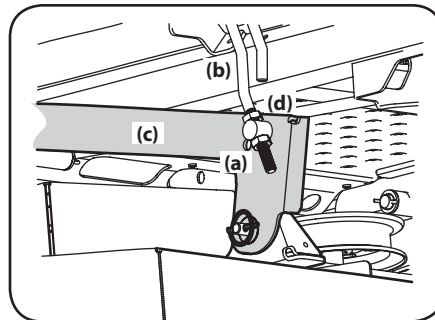

Figure 4-8
3. Desserrez l'écrou inférieur (a) situé sur la barre ajustable (b) qui est fixée au bras de relevage (c) pour abaisser le plateau de coupe, puis serrez l'écrou supérieur (d) pour fixer le plateau de coupe. Desserrez l'écrou supérieur (d) et serrez l'écrou inférieur (a) pour fixer le plateau de coupe. Voir Figure 4-8.